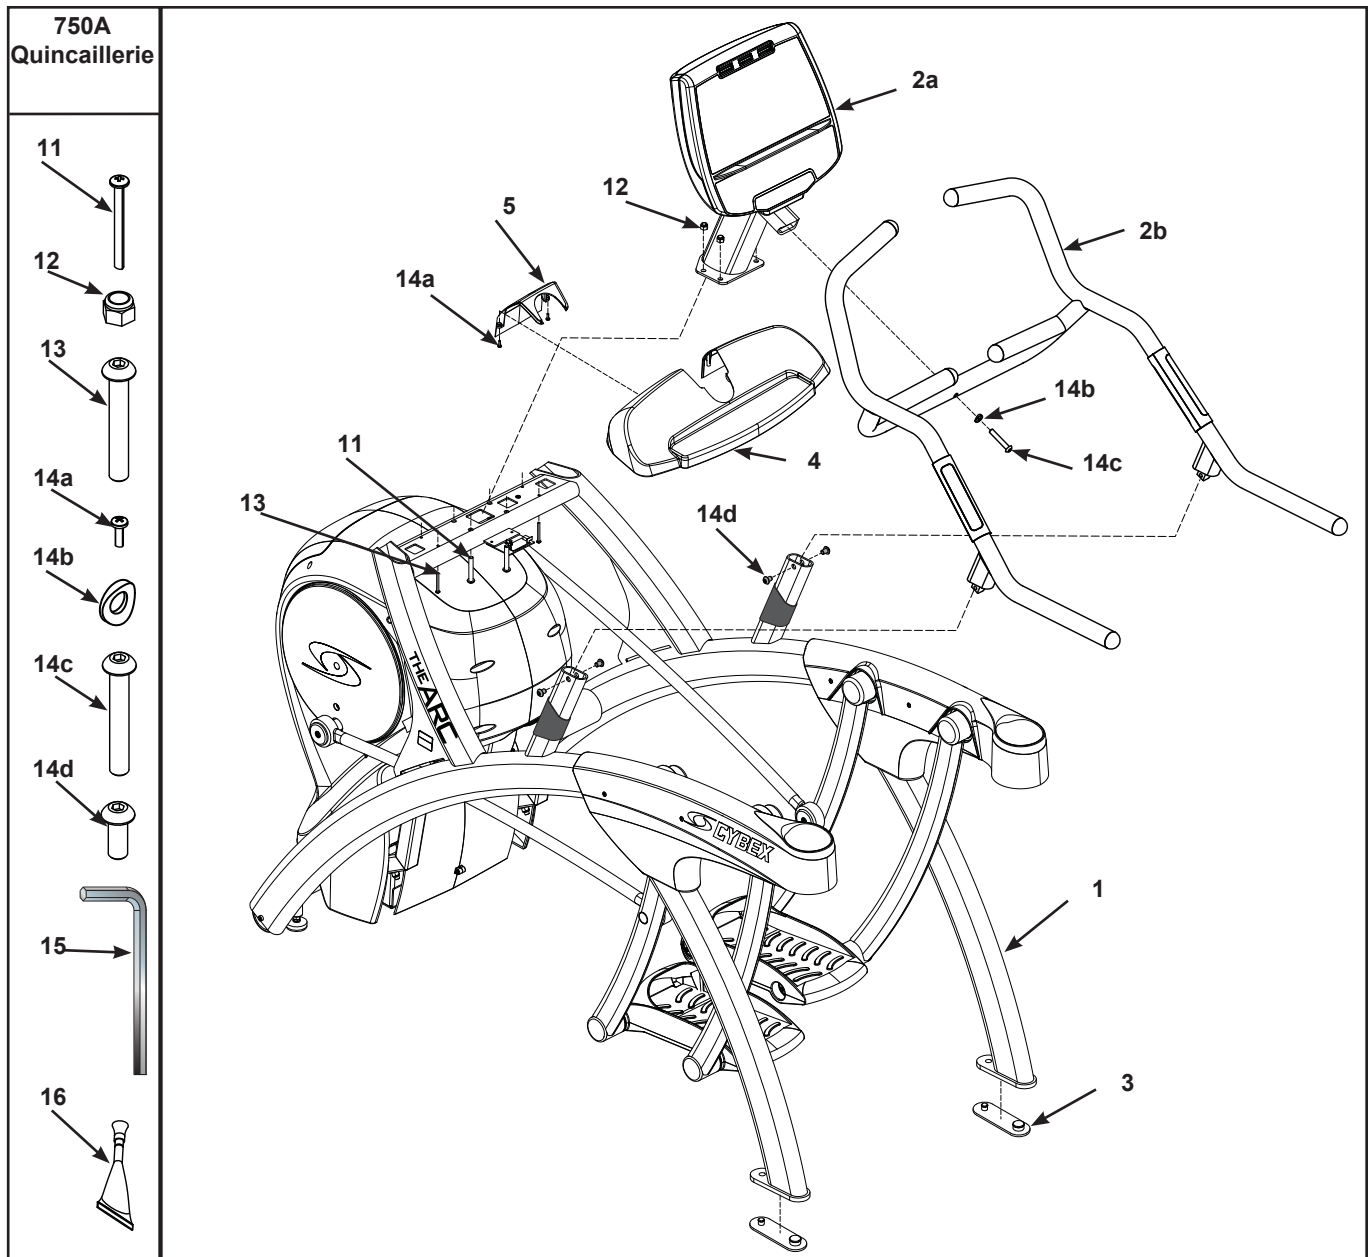

Figure 1b (750A)
- A. Pour la vérification du sac de quincaillerie du 750A, reportez-vous à la liste associée et à la figure 1b.